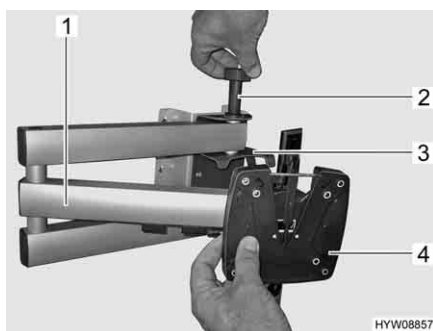
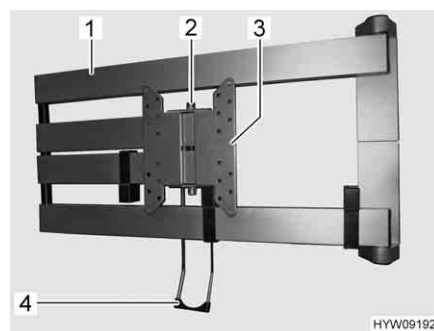

Fig. 9 Supporto con braccio snodato
Fig. 10 Supporto con braccio snodato (alternativa)
- Ruotare lo schermo piatto all'indietro nella sua posizione iniziale, finché il supporto (Fig. 9,4 o Fig. 10,3) non si innesta nel bloccaggio (Fig. 9,3 o Fig. 10,2) producendo un suono.